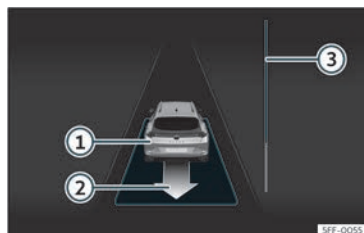

Fig. 182 No ecrã do painel de instrumentos: sair do estacionamento de um lugar em linha.
- Retroceda até soar o sinal contínuo do ParkPilot; **OU:** faça marcha-atrás até aparecer a indicação de fazer marcha à frente no ecrã do painel de instrumentos. A barra de progresso>>> **Fig. 182**  indica a distância a percorrer>>> Página 292.